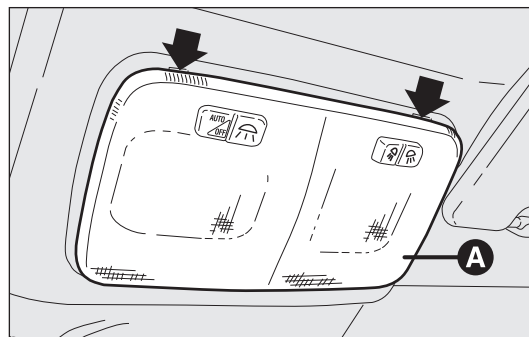
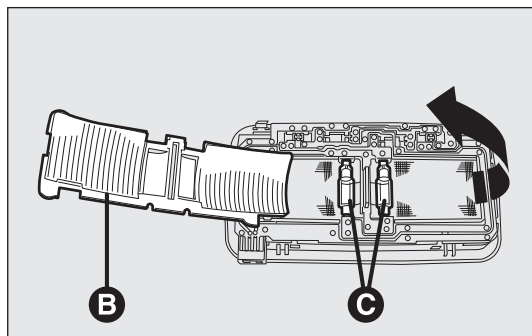

fig. 200
fig. 201
- Arbeta på punkterna som anges med pilarna och ta bort takbelysningen A-fig. 200.
- Öppna skyddslocket B-fig. 201.
- Byt ut lamporna C-fig. 201 genom att lossa dem från sidokontakterna. Sätt i de nya lamporna och se till att de fästs korrekt mellan kontakterna.
- Stäng locket B-fig. 201 , fäst takbelysningen A-fig. 200 och se till att den sitter fast ordentligt.